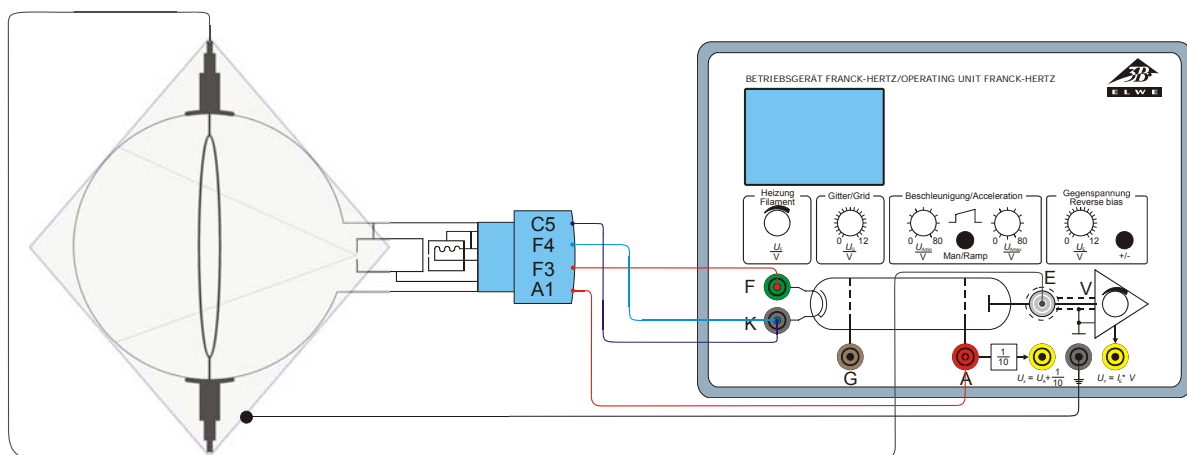

Fig. 5 Experimentieraufbau mit dem Betriebsgerät für Franck-Hertz-Experiment
- Buchse F3 des Röhrenhalters mit Buchse F am Betriebsgerät für Franck-Hertz-Experiment und Buchse F4 mit Buchse K verbinden. (siehe Fig. 5)